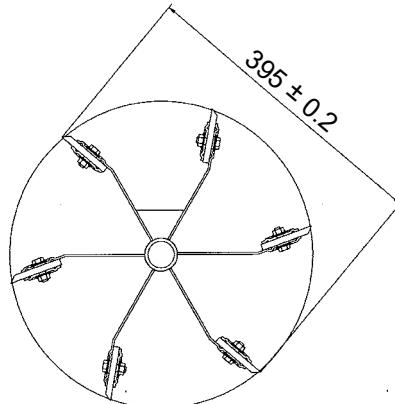

Fig. 9
3. Najdokładniejsze rozwiązywanie uzyskujemy, jeżeli łopatki po montażu zostaną przeszlifowane na prawidłową wysokość i pod odpowiednim kątem w wirniku, zobacz fig. 9.